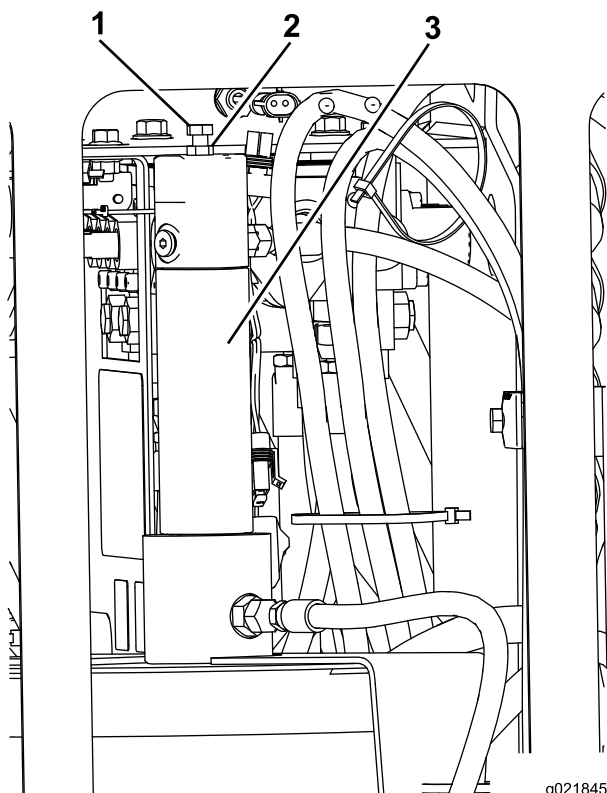

Figura 92
1. Afloje la contratuerca del perno de ajuste, que está situado encima del pistón del aplicador de lubricante de roscas (Figura 92).